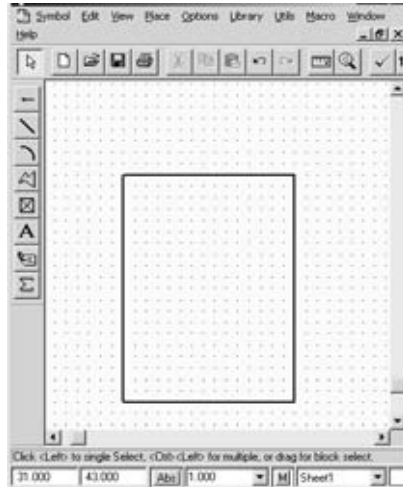

Рис.2.3.4
- Нарисовать прямоугольный контур УГО логического элемента «ИИ-НЕ» размером 15 x 20 мм. Для этого выполнить команду **Place Line**. Задать необходимый масштаб увеличения нажатием на клавишу «серый плюс». Установить курсор в точку с координатами (15, 15) и щелкнуть ЛК. Перевести курсор в точку с координатами (30, 15) и щелкнуть ЛК. Переставить курсор в точку с координатами (30, 35) и вновь щелкнуть ЛК. Вновь перевести курсор в точку с координатами (15, 35) и щелкнуть ЛК. И, наконец, переместив курсор в точку с координатами (15, 15), щелкнуть сначала ЛК, а затем ПК. Получили прямоугольник, представленный на рис.2.3.4.